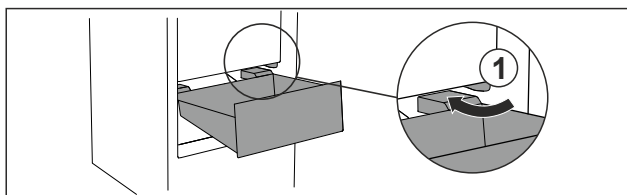

Fig. 44
- ▶ Zásuvku vedte šikmo podél zářezek Fig. 44 (1).